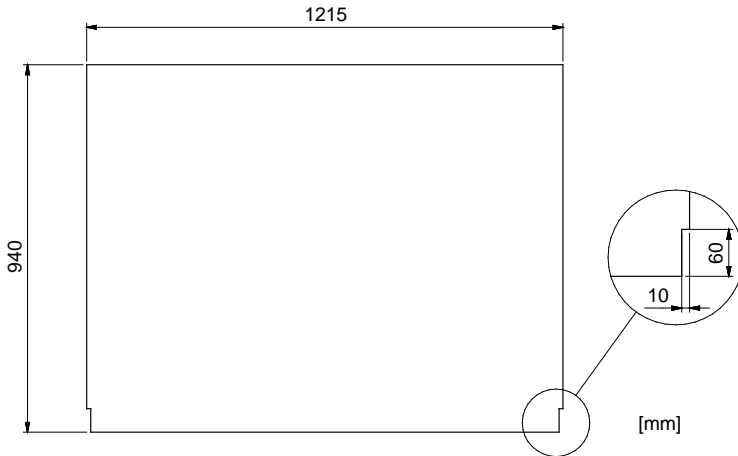
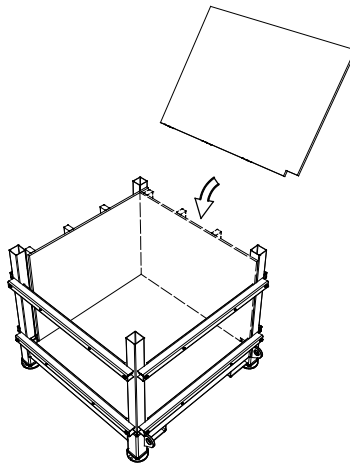

Abbildung 23. Maße der Seitenschalung für Schotterfüllung. Beachten Sie, dass die Schalplatten in beiden unteren Ecken Einkerbungen haben.
Abbildung 24. Platzieren der Seitenschalung.
- 5.2 Schneiden Sie vier Stück 18 mm-Schalungssperrholzplatten gemäß EN 636-3 in die in Abbildung 23 gezeigte Form. Platzieren Sie die Bretter gleichmäßig nacheinander in der Basis, mit den Kerben nach unten, sodass sie an den Unterstützungsträgern anliegen. Siehe Abbildung 24. Die Schalplatten werden direkt auf dem unteren Rahmen platziert und stehen nicht auf der Bodenschalung auf. Fixieren Sie die Schalplatten mit Holzschrauben an den Unterstützungsträgern. Wenn alle Schalplatten richtig platziert sind und eine Box ausgebildet ist, machen Sie weiter mit Schritt 6 und montieren Sie den oberen Rahmen.